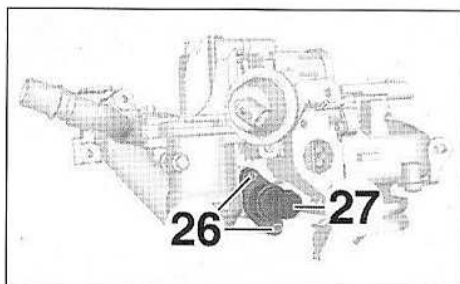

FIG.122
- Déposer les vis (26) et le raccord (27) (Fig.122).